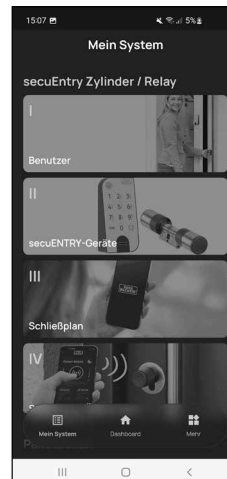

Abb. 8
- ⑤ Sie können das Menü (*I - Benutzer*) nun verlassen. Kehren Sie in das Menü „*Mein System*“ zurück (Abb. 8).